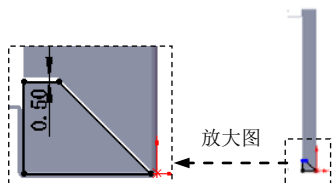

图 17.9.36 横断面草图
(1) 选择命令。选择下拉菜单 **插入(I)** → **钣金(H)** → **边线法兰(E)...** 命令, 系统弹出“边线法兰”对话框。
(2) 定义特征的边线。选取的模型边线为生成的边线法兰的边线。
(3) 定义法兰参数。在 **角度(G)** 区域的  文本框中输入角度值 90.0。在 **法兰长度(L)** 区域的下拉列表中选择 **给定深度** 选项, 输入深度值 15.0。在此区域中单击“内部虚拟交点”按钮 。在 **法兰位置(N)** 区域中单击“折弯在外”按钮 。
(4) 单击  按钮, 完成边线法兰 13 的初步创建。
(5) 编辑边线法兰 13 的草图。在设计树的  **边线-法兰13** 上右击, 在系统弹出的快捷菜单中单击  命令, 系统进入草图环境。绘制图 17.9.36 所示的横断面草图。退出草图环境, 此时系统完成边线一法兰 13 的创建。